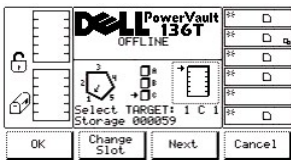

图 37. 命令 > 移动 > 定位机械手 > 更换槽位对话框
- 1 如果按下**下一步**软键下方的按钮，则当前的源参数将从磁带箱变为槽位，并显示“更换槽位对话框”。请参考图 37。